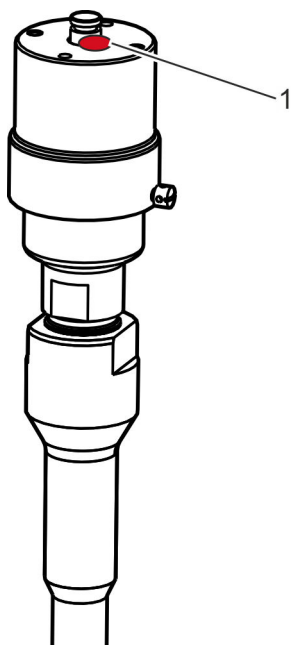

Fig. 27 : Dépose d'une goutte de peinture
3. ➤ Marquer la position du corps de guidage avec une goutte de peinture (Fig. 27 /1).